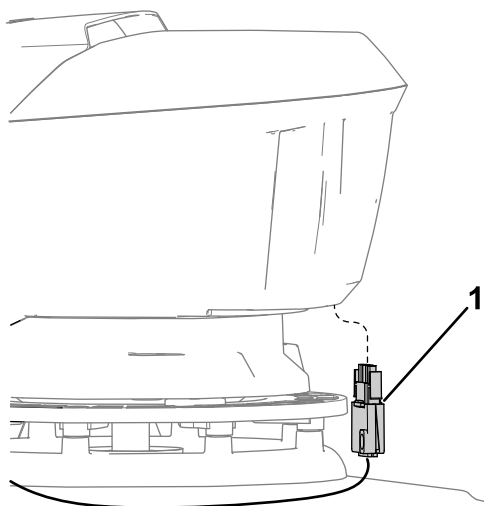
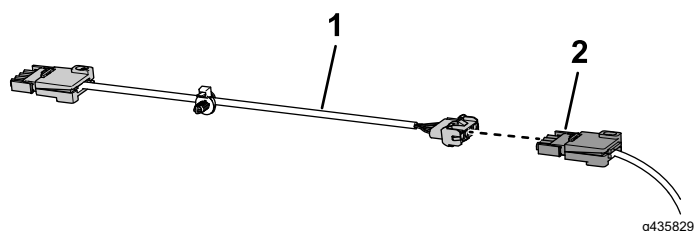

Figura 6
Figura 7
12. Ligue o extensor de cabo do arrancador elétrico ao conector de arranque elétrico (Figura 7) e ligue-o à parte da frente da máquina como se mostra na Figura 6.